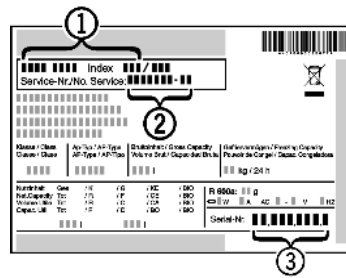

Fig. 52
- ▶ Назва пристрою Fig. 52 (1), сервісний номер Fig. 52 (2) та серійний номер Fig. 52 (3) вказані на заводській табличці. Заводська табличка знаходиться всередині пристрою, зліва.